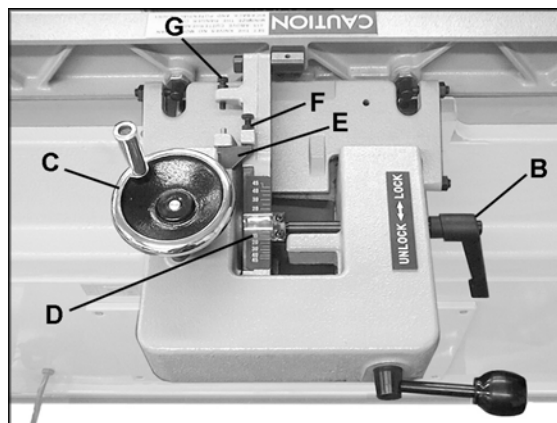
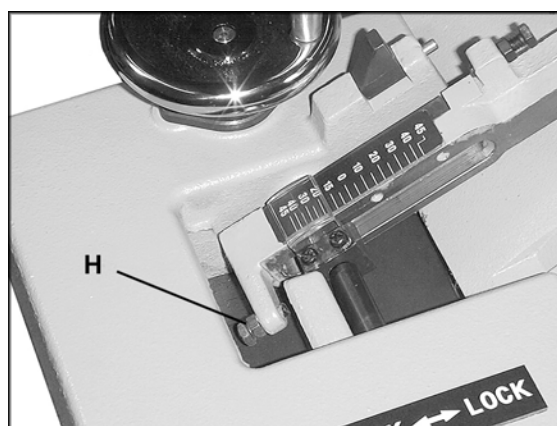

Рис. 16
Рис. 17
1. Ослабьте зажимную рукоятку (В, Рис. 16).
2. Выщелкните стопорный блок для установки упора под углом 90° (Е, Рис. 16).
3. Поворачивайте маховик (С, Рис. 16), чтобы выставить по шкале (D, Рис. 16) нужный угол наклона. Либо можно положить на стол скошенную заготовку вплотную к упору и поворачивать маховик (С, Рис. 16), пока угол наклона упора не будет равен углу скоса заготовки.
4. Затяните зажимную рукоятку (В, Рис. 16).
**ВАЖНО:** когда операция, для которой требовалось наклонить упор, будет завершена, а упор возвращен в вертикальное положение (под углом 90°), не забудьте вставить стопорный блок (F, Рис. 16) обратно в его исходное положение.
1. Регулировка 90° ограничителя производится с помощью винта (F, Рис. 16) и стопорного блока (Е, Рис. 16).
2. Ослабьте зажимную рукоятку (В, Рис. 16) и шестигранную гайку на винте (F, Рис. 16).
4. Сдвигайте упор, пока он не будет плотно прилегать к угломерному устройству. Закручивайте винт (F, Рис. 16) до тех пор, пока он не коснется стопорного блока (Е, Рис. 16).
5. Затяните шестигранную гайку на винте (F, Рис. 16) и зажимную рукоятку (В, Рис. 16).
1. Регулировка данного упора осуществляется с помощью винта (Н, Рис. 17).
2. Ослабьте зажимную рукоятку (В, Рис. 16) и шестигранную гайку на винте (Н, Рис. 17).
4. Закручивайте винт (Н, Рис. 17) до тех пор, пока он не коснется литого основания перед ним.
5. Затяните шестигранную гайку на винте (Н, Рис. 17) и зажимную рукоятку (В, Рис. 16).